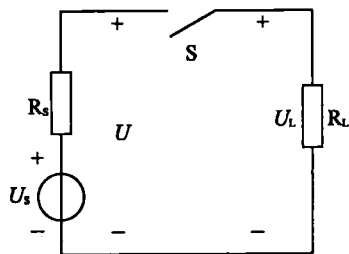

图 1-5 断路(开路状态)
(2)断路(开路状态)。断路就是电源与负载没有接成闭合回路,如图 1-5 所示电路中的开关 S 断开时的状态。断路状态负载